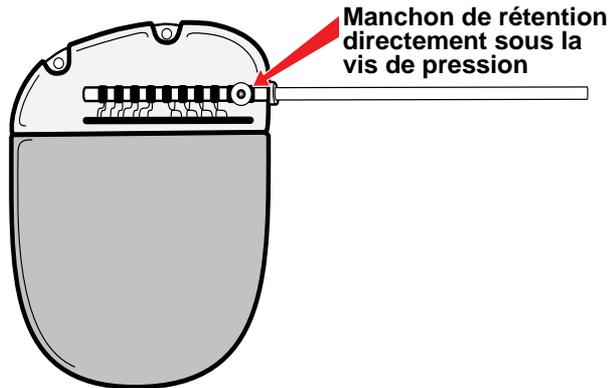

Figure 32. Alignement des contacts de l'extension de sonde dans le port du GII DBS
5. Confirmer visuellement que les contacts sur l'extension de sonde sont alignés avec les contacts dans l'adaptateur du GII. Vérifier que le manchon de rétention sur l'extension de sonde est situé directement sous la vis de pression dans le port du GII (Figure 32).